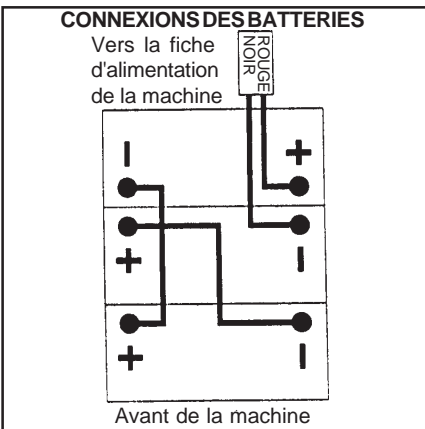

Figure 13B
6. Placer les batteries dans la cuvette comme indiqué à la figure 13B.
7. Connectez les câbles qui relient les batteries entre elles comme indiqué sur le schéma de la figure 13B.